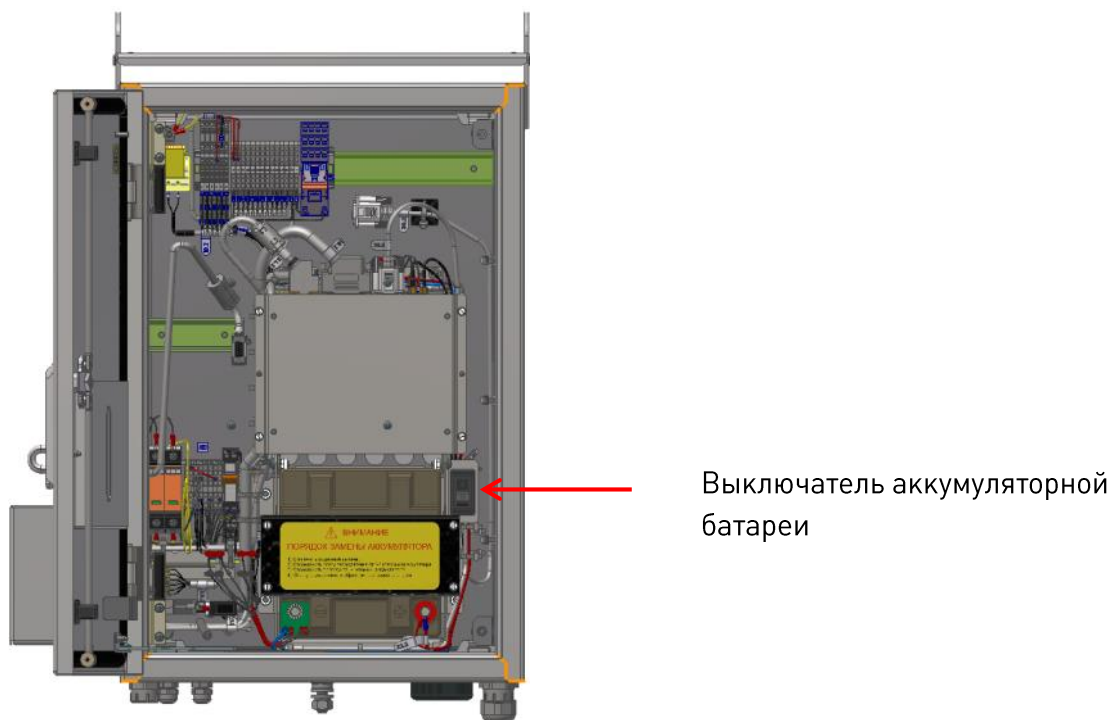

Рис.6.1. Выключатель аккумуляторной батареи
1. Включить выключатель аккумуляторной батареи (см. **рис.6.1**).